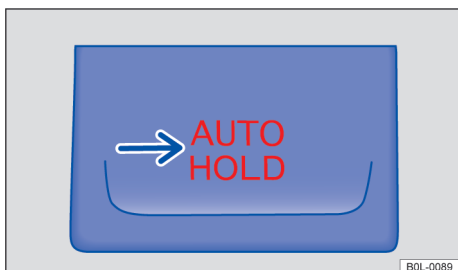

图 97 在中控台中：自动定车按钮
当按钮 **AUTO HOLD** → 图 97 中的指示灯点亮红色且组合仪表显示屏中的指示灯 **(H)** 点亮绿色时，自动定车功能 (Auto Hold) 激活。
- 按压按钮 **AUTO HOLD** → **(H)**。按钮 **AUTO HOLD** → 图 97 中的指示灯点亮红色。自动定车功能 (Auto Hold) 已准备就绪，但未必一定可保持车辆静止 → **(H)**。
- 按压按钮 **AUTO HOLD** → **(H)**，按钮 **AUTO HOLD** 中的指示灯 → 图 97 熄灭。